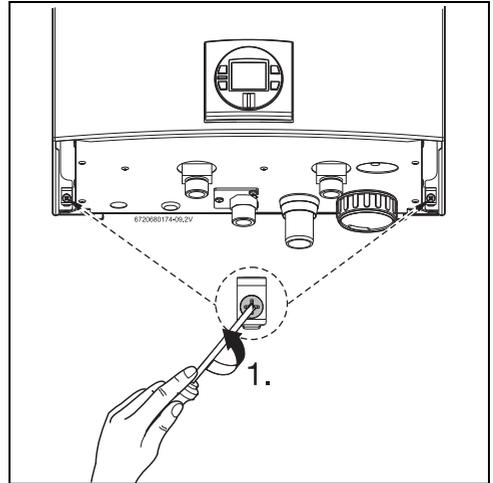

Fig. 20 Retirar los dos tornillos
- ▶ Aflojar los dos tornillos ubicados en la parte posterior del aparato (Fig. 20).